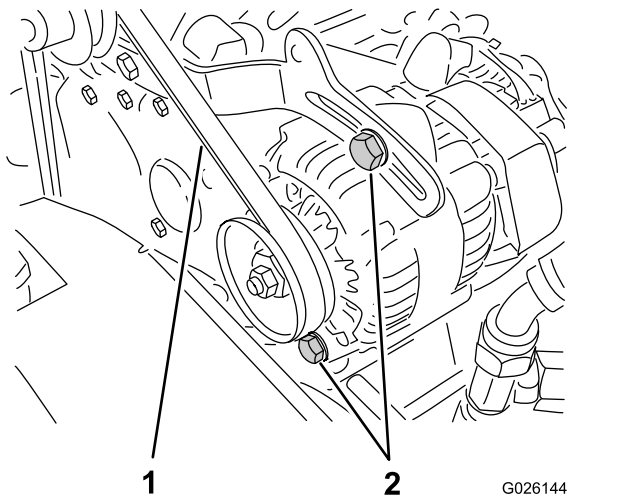

Figure 60
2. Contrôlez la tension de la courroie en exerçant une force de 10 kg (22 lb) sur le brin à mi-chemin entre les poulies d'alternateur et de vilebrequin (Figure 60).
- A. Desserrez les 2 boulons de fixation de l'alternateur (Figure 60).
- B. Aidez-vous d'un levier pour tourner l'alternateur jusqu'à ce que la tension de la courroie soit correcte, puis resserrez les boulons de fixation (Figure 60).